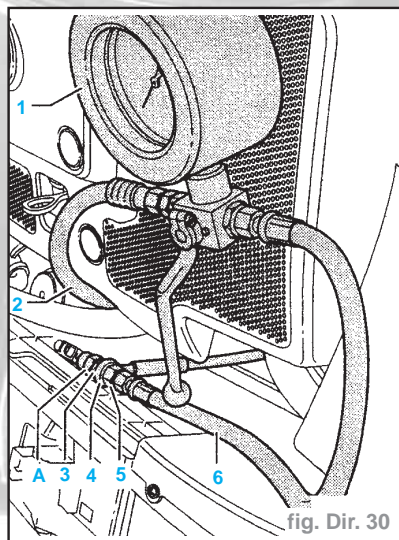

fig. Dir. 30
- Raccorder le manomètre VAG 1402 (fig. Dir. 30).